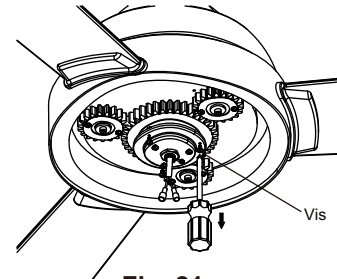

Fig. 21
Étape 1. Retirez trois (3) vis comme indiqué et économisez pour une utilisation ultérieure. (Fig. 21)